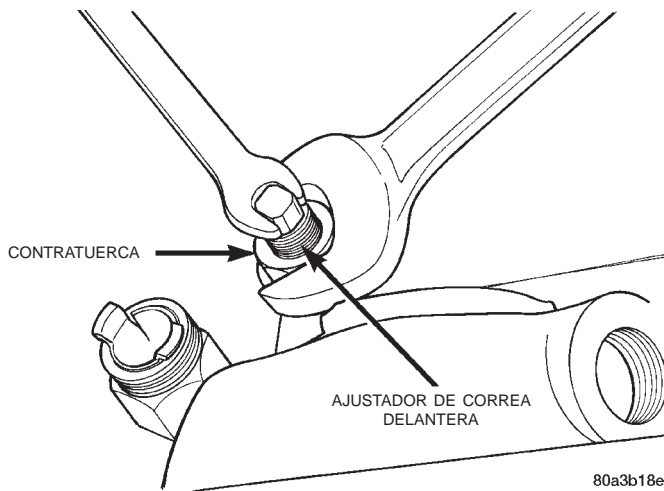

Fig. 72 Contratuerca del tornillo de ajuste de la cinta delantera
(12) Afloje la contratuerca del tornillo de ajuste de la cinta delantera (Fig. 72) 4 ó 5 vueltas. Apriete
(16) Afloje el tornillo de ajuste de la cinta delantera hasta que la cinta quede totalmente floja (Fig. 72).